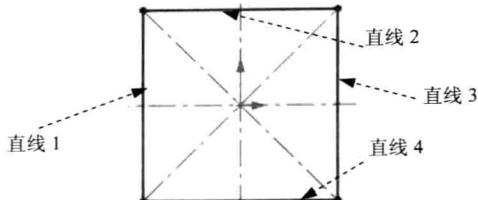
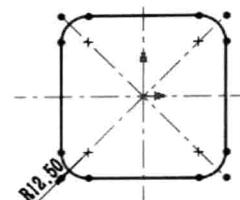

图 4.3 绘制的矩形
图 4.4 绘制的圆角
(2) 绘制矩形。选择下拉菜单 **工具(T)** → **草图绘制实体(S)** → **中心矩形(C)** 命令。在图形区中绘制图 4.3 所示的直线。
(3) 绘制圆角。选择下拉菜单 **工具(T)** → **草图工具(I)** → **圆角(F)...** 命令，在“绘制圆角”对话框的 **半径** 文本框中输入圆角半径值 12.5。分别选取图 4.3 所示的直线 1 与直线 2，系统便在这两个边之间创建圆角，同理添加其他圆角，完成后如图 4.4 所示。